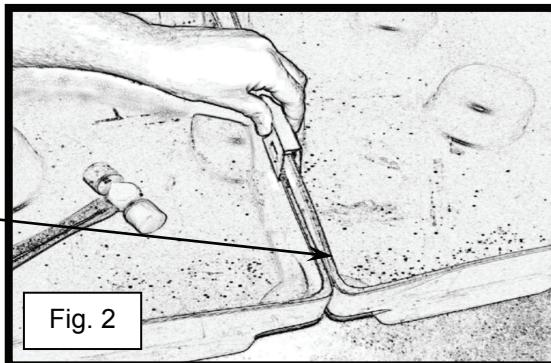

Fig. 2
- 2) Juntar dois centros de acumulação quaisquer (ver a fig. 2). Instalar a Presilha de Conexão sobre as bordas superiores dos centros de acumulação (ver a fig. 2).
- 3) Com a Presilha de Conexão posicionada sobre as bordas superiores de ambos os centros de acumulação, empurrá-la para baixo com um malho ou pequeno martelo (ver as figs. 2 e 3). **NOTA: Não usar a mão. Martelar a presilha com a mão pode resultar em lesões físicas.**